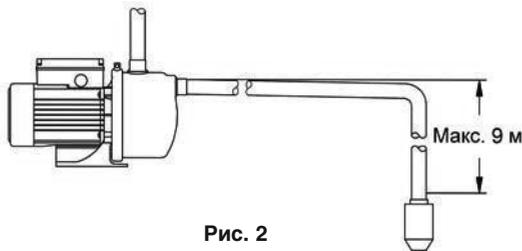

Рис. 2
8.5. Труба всасывающей магистрали присоединяется к входному резьбовому отверстию, находящемуся на торце насосной части электронасоса. При монтаже всасывающей магистрали необходимо обеспечить ей непрерывный угол наклона от насоса к источнику водозабора не менее  $1^\circ$  к горизонту (рис. 2). Обратные углы не допускаются. Следует иметь в виду, что при максимально допустимой высоте всасывания 9 м, максимальный напор электронасоса уменьшится на 9 м, вследствие чего давление воды в системе не сможет достичь 3 атм. и реле давления не будет отключать электронасос.